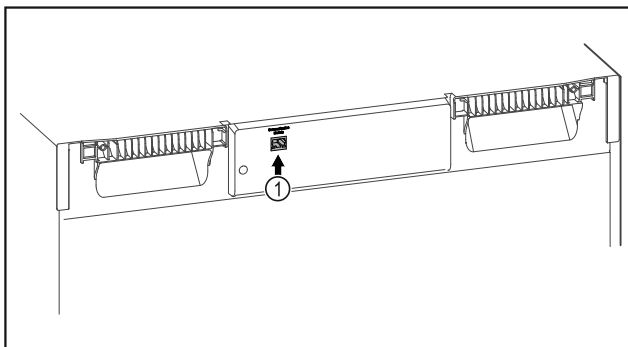

Fig. 107
- SmartModule Fig. 107 (1) är insatt.